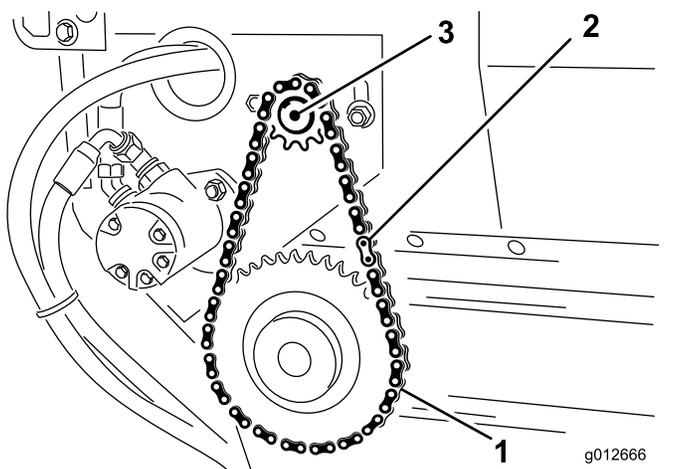

Рисунок 24
2. Снимите с цепи замыкающее звено и снимите цепь с маленькой звездочки (Рисунок 24).